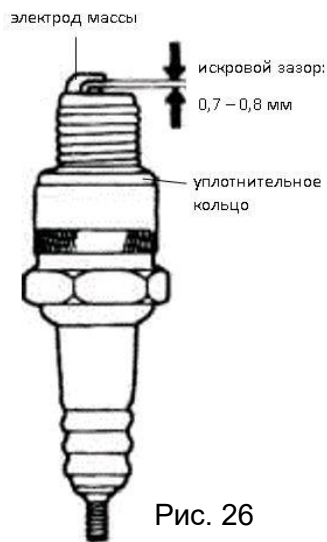

Рис. 26
5. Измерьте расстояние между электродами с помощью круглого щупа. (см. рис. 26).